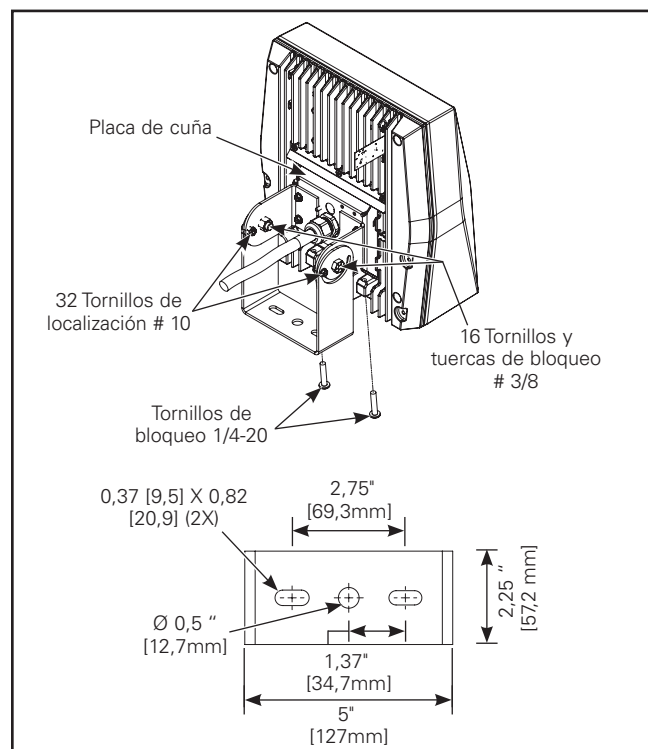

Figura 8. Axcent (pequeño y grande)
4. Monte la luminaria en la superficie, usando el patrón de orificios incluido en el soporte del dintel giratorio. Las herramientas deben ser adecuadas para garantizar que la montura pueda soportar una luminaria de hasta 25 lbs. (Figura 8.)
5. Afloje pero no quite los tornillos de fijación y los pernos de fijación y tuercas que se muestran en la. (Figura 8.)
6. Ajuste el soporte de inundación del muñón al ángulo deseado. Vuelva a apretar los tornillos de fijación # 3 / 8-16 y las tuercas a 30 ft-lbs y los tornillos de fijación n.º 10-32 a 3 ft-lbs. (Figura 8.)